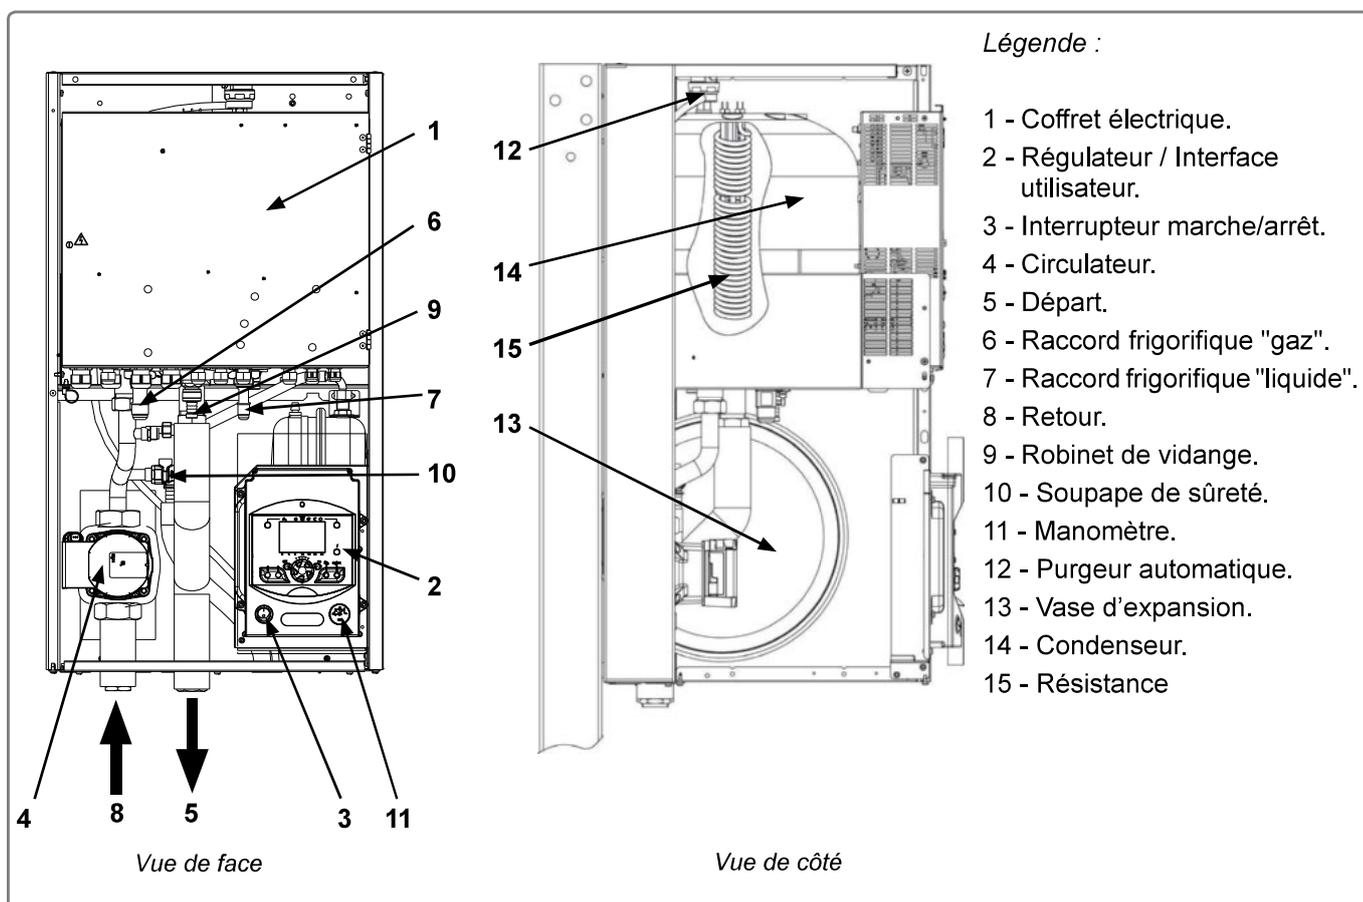

figure 7 - Organes du module hydraulique
- Un condenseur (repère **14**, figure 7, page 13) :